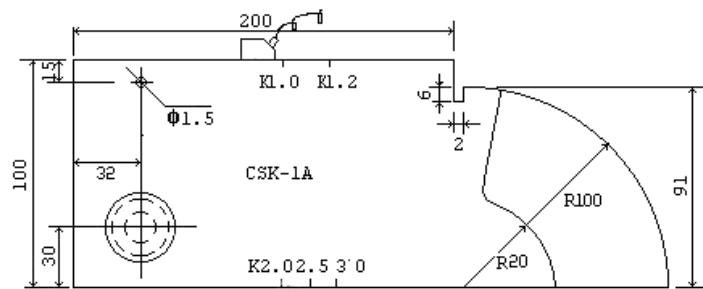

图 4-7
5、校准探头 K 值 (角度)：将探头放在试块上并移动如图 4-7，使得 $\phi 1.5\text{mm}$ 的圆弧面的反射回波达到最高，在屏幕的右上显示垂直深度值，如这一数值不等于 15mm，如图 4-8，按 **探头** 键进入探头菜单，按 **▲** (上) 或 **▼** (下) 键调整到探头 K 值子菜单，再用 **◀** (左) 或 **▶** (右) 键调整，使数值等于 15mm。如图 4-9 所示此时探头 K 值校准完毕。